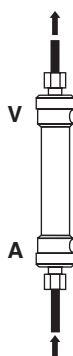

Fig.4/Abb.4/Εικ.4
- 6) Spoel de bloedzijde van de dialysator en de bloedlijn met meer dan 1000 ml fysiologische zoutoplossing bij ongeveer 100 ml/mm. (Fig. 4)